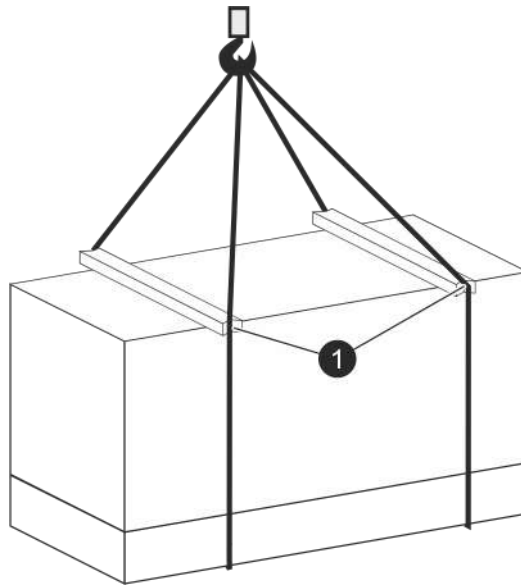

Fig. 10: Transporte con riestras para cuerdas
3. ➤ Coloque las cuerdas o cintas en la zona superior de la unidad de transporte en las riestras para cuerdas (Fig. 10/1) y manténgalas separadas con las riestras. Así se asegura de que las cuerdas o cintas no entran en contacto con el equipo.
5. ➤ Antes de proceder al transporte, nivele las riestras para cuerdas (Fig. 10/1) con el centro de gravedad con un reparto simétrico de cargas.